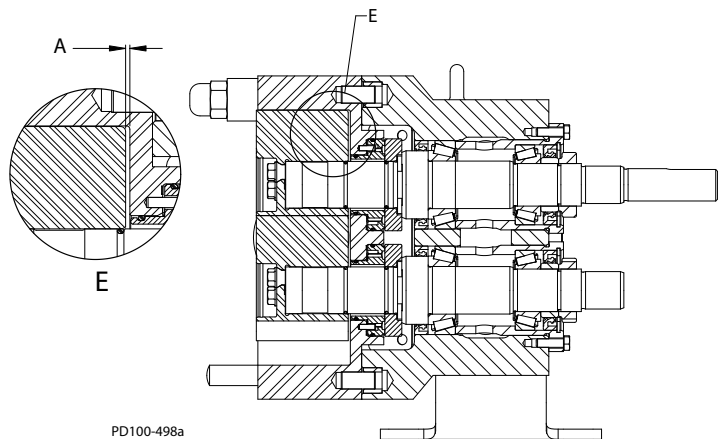

Abb. 57 - Spiel zwischen Rotor und Körper
1. Messen Sie das Spiel zwischen dem Rotor und dem Körper, wie in Detail E, Pos. A in Abb. 57 gezeigt. Notieren Sie dieses Maß.